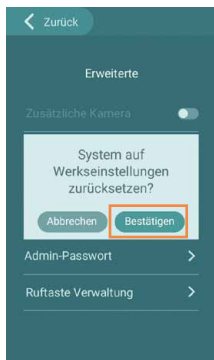

Abb. 2
- ▶ Setzen Sie die Türstation auf Werkseinstellungen zurück (Abb. 2).